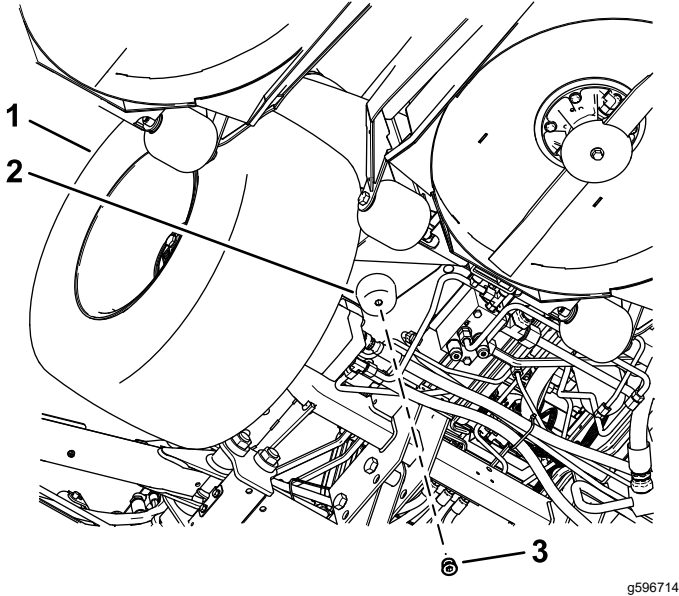

Figure 61
3. Enlevez le bouchon de vidange pour permettre au carburant de s'écouler (Figure 61).
6. Remettez le bouchon de vidange en place et serrez-le à un couple de 17,5 à 19,3 N·m ; voir la Figure 61.